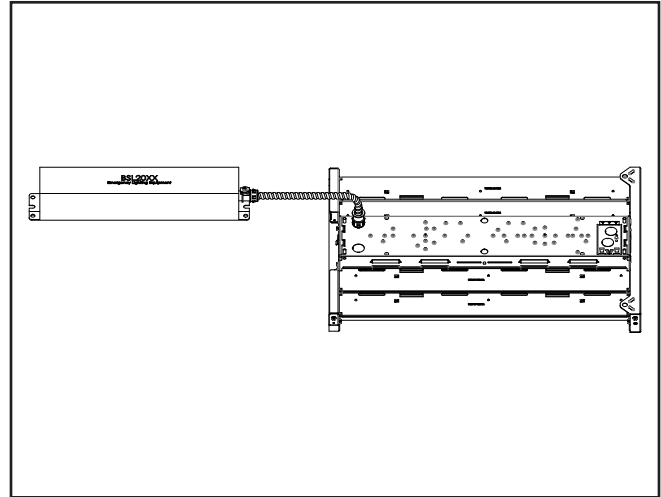

Figura 2.
4. Monte la batería, ya sea horizontal o verticalmente, a la estructura o a cualquier otra disposición de soporte utilizando el hardware adecuado (no incluido). (Figura 2.)